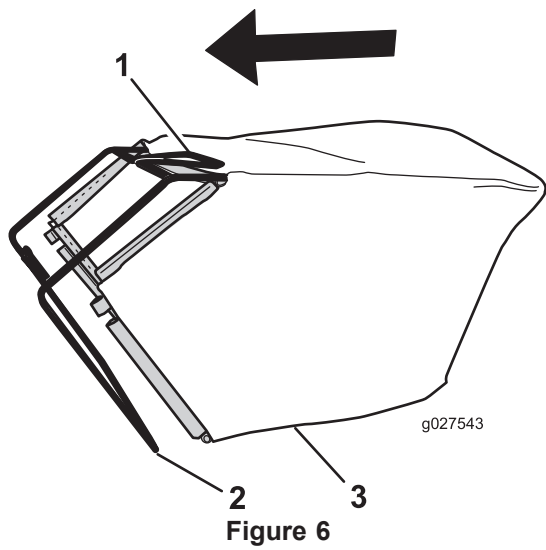

Figure 6
- Glissez le bac sur l'armature, comme montré à la Figure 6.
**Remarque:** Ne passez pas le bac par dessus la poignée (Figure 6).